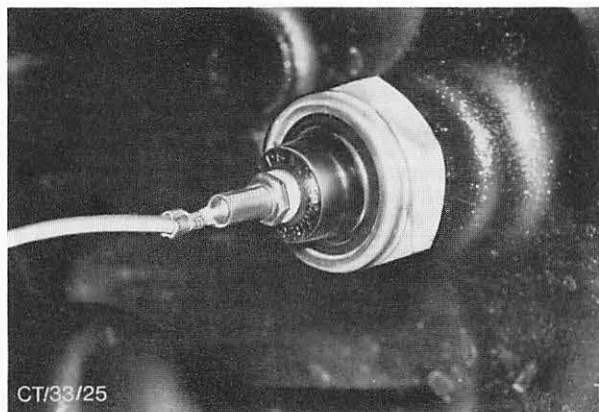

Abb. 67 Öldruckschalter
2. Kabel abklemmen und Schalter herausschrauben, Abb. 67.